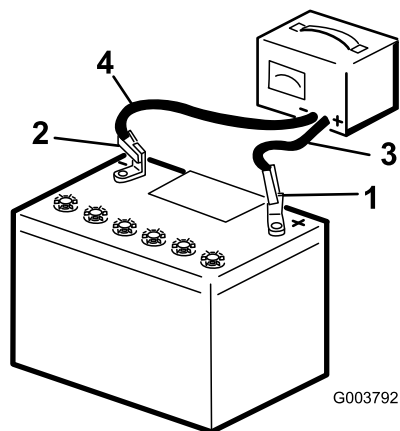

Figure 38
- Chargez la batterie pendant 10 à 15 minutes entre 25 et 30 A, ou pendant 30 minutes entre 4 et 6 A (Figure 38). Ne chargez pas la batterie excessivement.
- Quand la batterie est chargée au maximum, débranchez le chargeur de la prise, puis débranchez les fils du chargeur des bornes de la batterie (Figure 38).